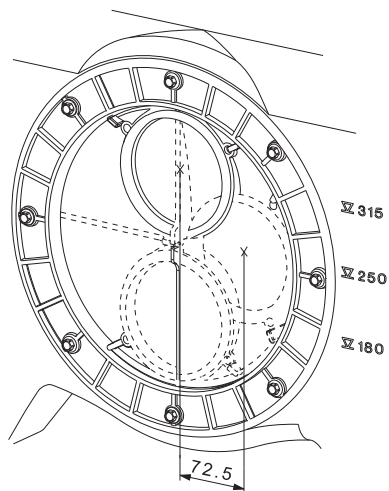
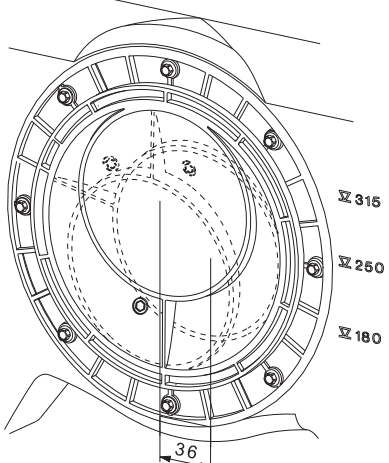

Рис. 12 Диск входного патрубка диаметром DN 100 регулируется от 180–315 мм над уровнем фундамента до середины входной трубы
Рис. 13 Поставляемый по запросу диск входного патрубка диаметром DN 150 регулируется от 207–279 мм над уровнем фундамента до середины входной трубы
- Подготовьте входной патрубок с регулируемой высотой на задней поверхности насосной установки Multilift MD. Диаметр DN 100 диска входного патрубка позволяет устанавливать его высоту от 180 до 315 мм выше уровня фундамента. Наиболее распространенные значения высоты указаны рядом с входным отверстием: 180, 250 и 315 мм. См. рис. 12. Диск входного патрубка диаметром DN 150 поставляется в составе принадлежностей. См. рис. 13. Болты вокруг внешнего кольца диска входного патрубка закручены не полностью, что позволяет диску вращаться. Это позволит установить входной патрубок на нужной высоте. После установки требуемой высоты затяните все болты. Все болты должны быть максимально затянуты (9 Нм).
Перед подключением насосной установки Multilift MD обратите внимание на то, что при повороте диска входного патрубка для соответствия высоте всасывающего трубопровода, насосная установка и напорный патрубок также сдвинутся вбок (макс. 72,5 мм). См. рис. 12.